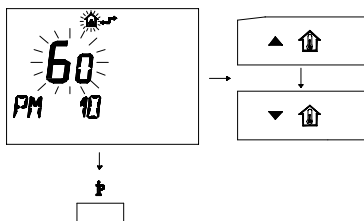

fig. 5.43
- 4 Per modificare il *SET* programmato agire sui pulsanti ▲ o ▼ e aspettare che il numero programmato cominci a lampeggiare (fig. 5.43)